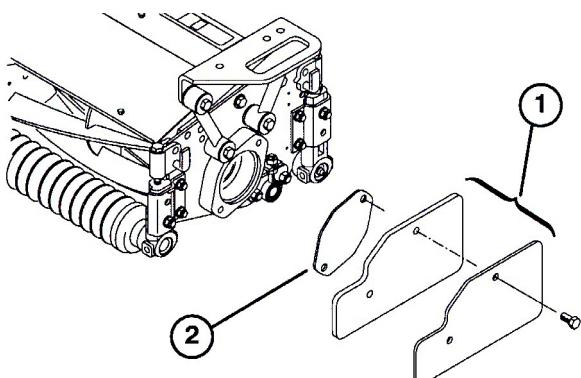
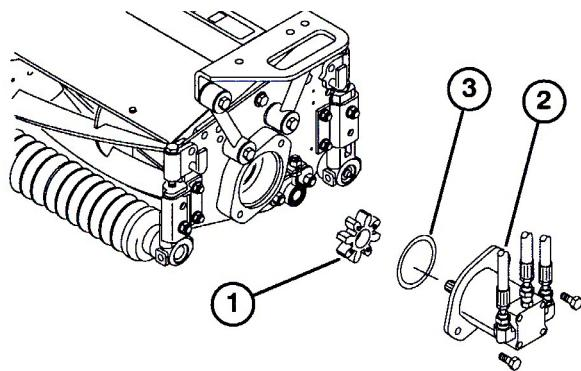

図 18
図 19
2. 右側カッティングユニットの内側端部からウェイトとガスケット（図18）を取り。ユニット外側のベアリング・ハウジングのプラグを抜いて、そこにウェイトとガスケットを取り付ける。ベアリング・ハウジングからスパイダ・カップリング（図19）を取り出す。